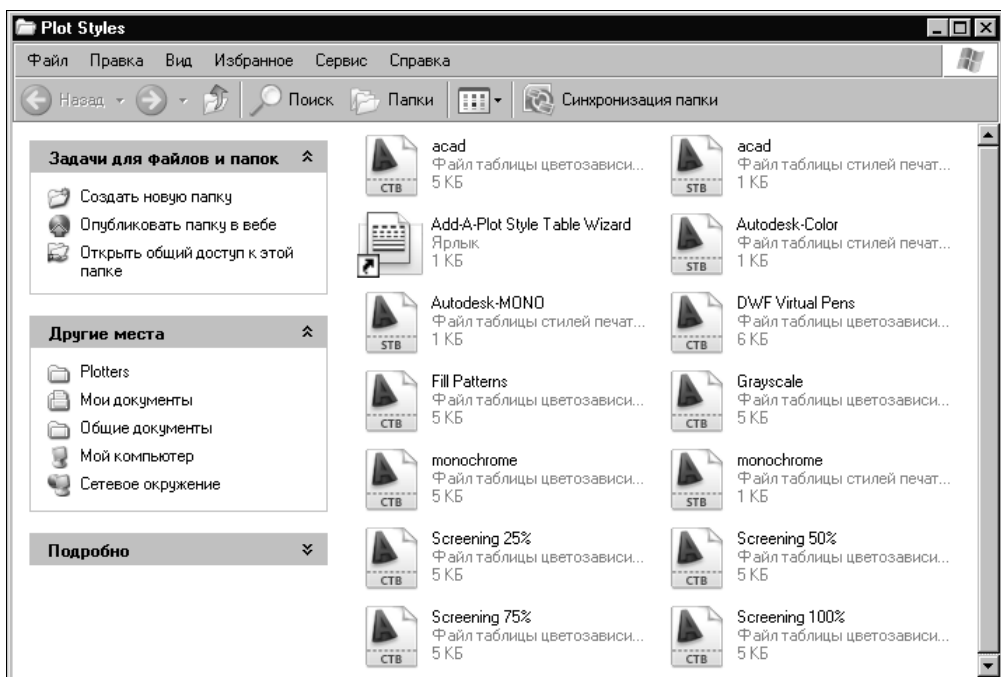

Рис. 23.17. Окно диспетчера стилей печати
Стиль печати — это набор свойств объектов, назначаемых им при печати и сохраняемых в таблицах стилей. Например, с помощью стилей печати все цветные объекты можно вывести черным цветом, что обычно и требуется при получении бумажной копии чертежа. Настройки стилей печати хранятся в таблицах стилей печати, их можно просмотреть в окне диспетчера стилей печати, которое вызывается из меню приложения **Print** (Печать) | **Manage Plot Styles** (Управление стилями печати). Для вызова нужной таблицы следует два раза щелкнуть мышью на пиктограмме соответствующего стиля печати в открывшемся окне диспетчера стилей печати (рис. 23.17).
1. Откройте меню приложения и выберите в нем **Print** (Печать), а затем **Manage Plot Styles** (Управление стилями печати). Появится диалоговое окно диспетчера стилей печати **Plot Styles** (Стили печати) (см. рис. 23.17).